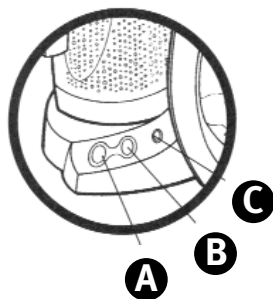

FIGURE 4
**TABLEAU DE COMMANDE:** Ce tableau vous permet de commander votre système de traitement d'eau à domicile et vous renseigne sur son fonctionnement. (FIGURE 4)